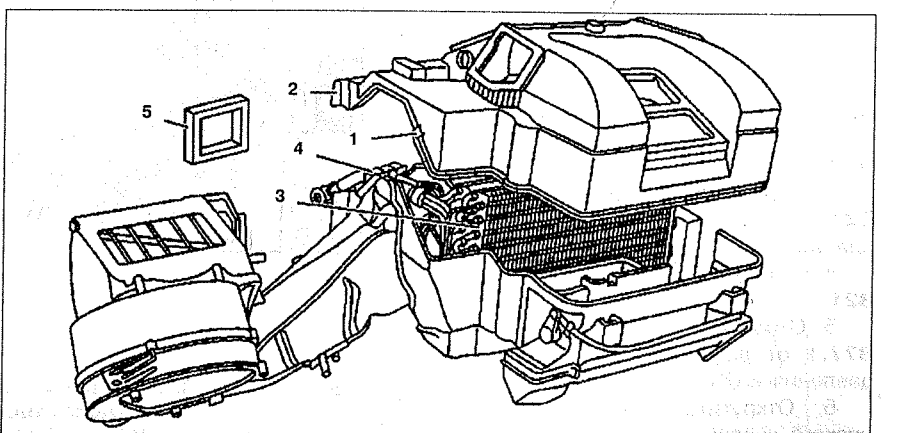

Рис. 10.10. Испаритель кондиционера: 1. Фиксаторы, 2. Отопитель, 3. Испаритель, 4, 5. Фиксаторы.
2. Снимите фиксаторы 1 (см.рис.10.10).